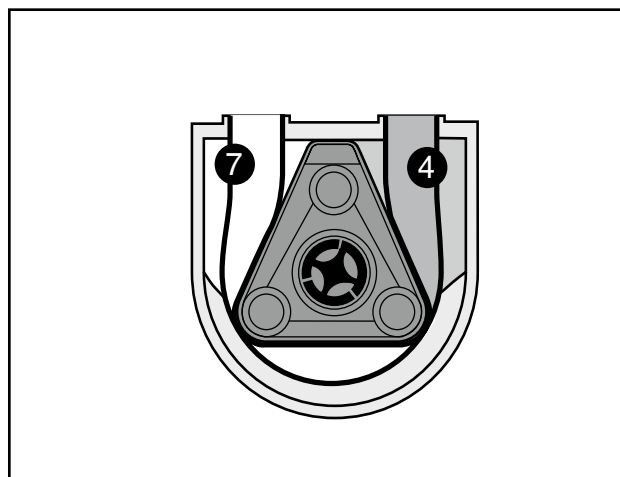

**Fig. 3a** 1 Indicador de vacío
El indicador de vacío (Fig. 3a) unido a la cámara de aspiración (pos. 4, Fig. 4) no solo muestra la altura de succión momentánea de la bomba, sino que sirve también de instrumento avisador en caso de defectos. Cuando el indicador de vacío no muestra subpresión durante el funcionamiento, es imprescindible poner a punto la bomba.